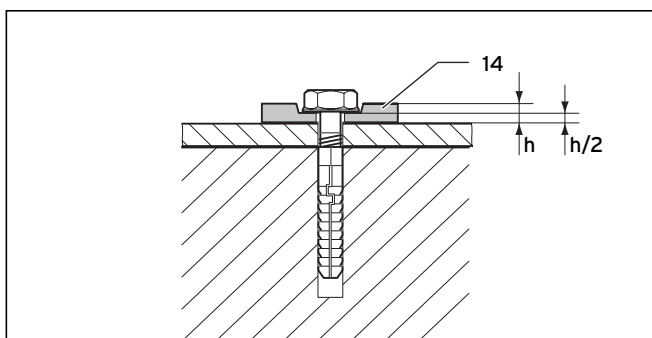

Fig. 6.28 Fixarea cu șaibe flexibile
Folosiți neapărat 4 șaibe flexibile (14), pentru a contrabalansa dilatarea materialului. Presați șaibe cu 50 %, vezi Fig. 6.28.